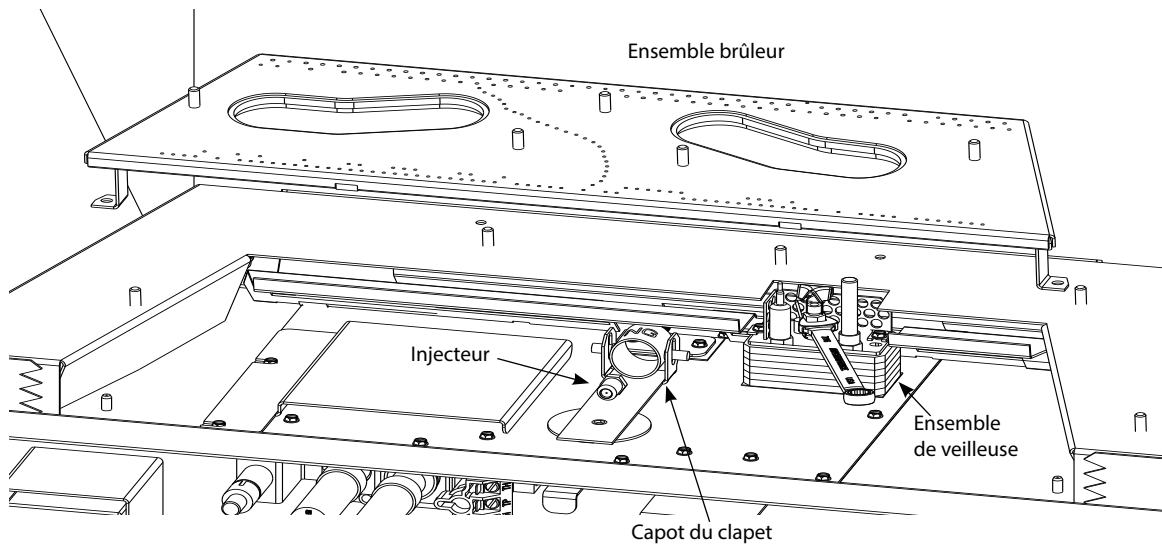

Figure 7.4. Retrait du brûleur et de l'injecteur.
3. RETIREZ LE BRÛLEUR - Figure 7.4
4. REMPLACEZ L'INJECTEUR DU BRÛLEUR : Avec une clé à fourche ou douille de puits profond de 1/2 po ou 13 mm, retirez l'injecteur du brûleur d'origine du raccord en laiton à l'arrière de la boîte à feu. Voir la figure 7.4. Installez l'injecteur de la trousse de conversion et serrez-le fermement.